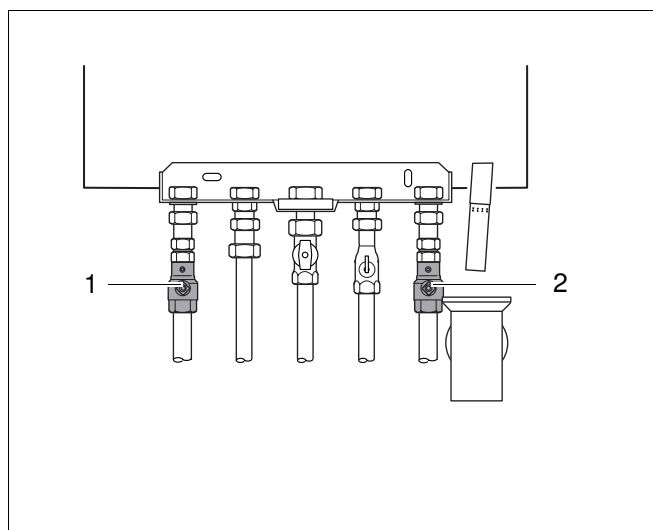

Abb. 4 Wartungshähne
- Wartungshähne am Vor- und Rücklaufanschluss öffnen (Abb. 4, Pos. 1 und 2).